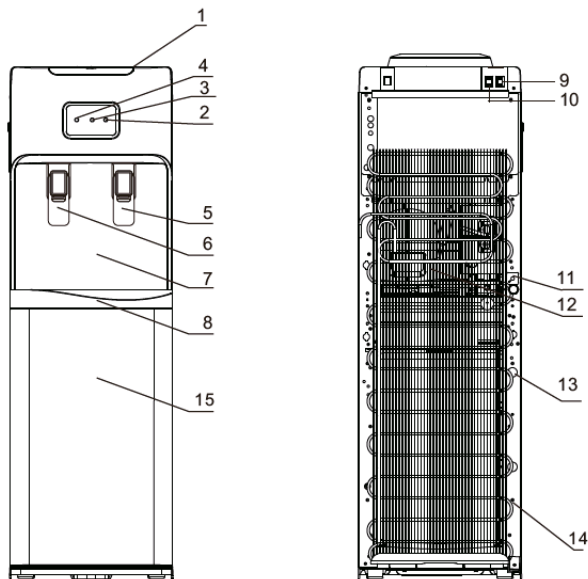

Рис. 1. Схема аппарата V115PUF
Поставьте чашку или другую емкость для воды на лоток каплесборника (8) под кран подачи воды (рис. 1 - 5, 6).
Для того, чтобы налить горячую воду, нажмите кружкой на кран подачи горячей воды (HOT). Для того, чтобы налить холодную воду, нажмите кружкой на кран подачи холодной воды (COLD). В силу технических особенностей кранов допустимо подкапывание воды в объеме 5-10 мл, после каждого использования аппарата, капли стекают в лоток каплесборника (рис. 1 - 8).
Выключатели нагрева и охлаждения (рис. 1 - 9, 10)
Индикаторы нагрева (рис. 1 - 3) и охлаждения (рис. 1 - 2)
Индикатор нагрева (рис. 1 - 3) и / или охлаждения (рис. 1 - 2) воды горят, когда аппарат нагревает и / или охлаждает воду.
Перед первым использованием рекомендуется слить по 500 мл воды через каждый кран. Если кабель электропитания (рис. 1 - 11) и выключатель нагрева (рис. 1 - 9) были включены, когда система еще не наполнилась водой полностью, сработает термозащита, которую сможет отключить только специалист сервисного центра.
Когда Вы убедились, что вода из крана горячей воды (рис. 1 - 6) идет непрерывной струей, установите выключатели нагрева и охлаждения (рис. 1 - 9, 10) в положение I.
3. Остатки воды в системе необходимо слить, открыв пробку отверстия для слива воды, расположенного на задней стенке аппарата (рис. 1 - 13), после чего закрыть отверстие.
5. Промойте аппарат чистой водой: слейте через краники горячей (рис. 1 - 5) и холодной воды (рис. 1 - 6) по 2 литра воды и остатки воды из отверстия для слива (рис. 1 - 13). При необходимости повторите процедуру.
6. Остатки воды в системе необходимо слить, открыв пробку из отверстия для слива воды, расположенных на задней стенке аппарата (рис. 1 - 13).